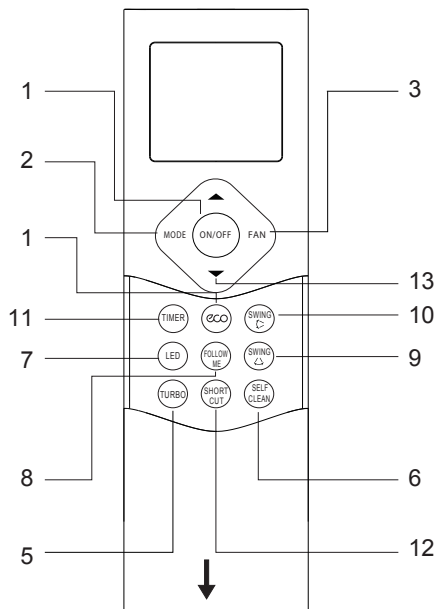

fig. 1 -
Telecomanda ("fig. 1 -") este compusă dintr-o serie de taste și de un ecran care afișează toate funcțiile active și diferiții parametri necesari utilizatorului și instalatorului pentru utilizarea corectă a unității.
- Funcționarea SWING** (nu este afișată pe ecranul telecomenzii, pe afișajul unității interioare este afișat cuvântul „ON” timp de 3 secunde când funcția este activată, „OF” timp de 3 secunde când funcția este dezactivată). Apăsarea butonului „SWING” activează mișcarea automată a deflectorului. Țineți apăsat butonul „SWING”  (part. 9 "fig. 1 -") pentru a activa mișcarea automată a clapetei. Apăsați o dată butonul „SWING”  (part. 9 "fig. 1 -") pentru a regla poziția clapetei cu 6 °.
- Blocare cheie.** Apăsarea simultană a butoanelor „TURBO” (part. 5 "fig. 1 -" și „SELF CLEAN” (part. 6 "fig. 1 -") timp de o secundă activează / dezactivează blocarea tastaturii telecomenzii.
- Funcția de comandă rapidă.** Memorează setările actuale și permite să le revocați rapid. Apăsați butonul „SHORTCUT”(part. 12 "fig. 1 -") timp de 2 secunde pentru a salva setările actuale. Apăsați butonul „SHORTCUT”(part. 12 "fig. 1 -") pentru a reveni la setările salvate.